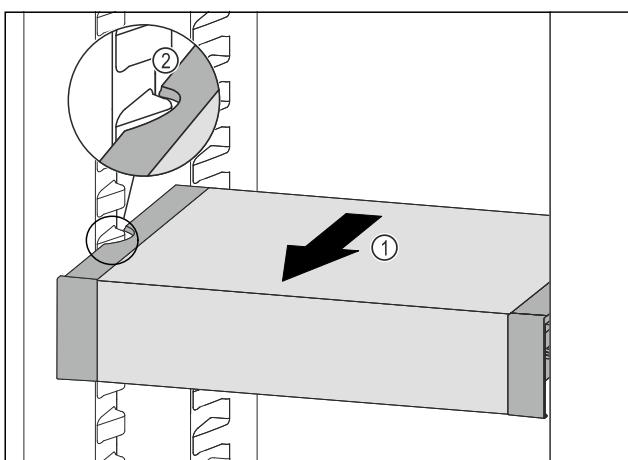

Fig. 126
▶ 向前拉动 VarioSafe *Fig. 126 (1)*, 直至 VarioSafe 的侧部凹槽与冷藏区中的容器肋梁持平。 *Fig. 126 (2)*